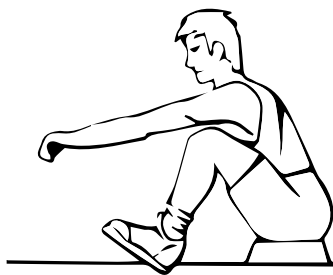

Fig. 7
- Con la schiena dritta e le braccia tese, piegare le gambe fino a raggiungere il manubrio (Fig. 7.).